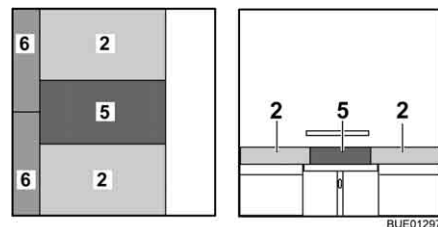

Bild 125 Efter ombyggnaden
- Lägg extradynan (Bild 125,5) mellan sittdynorna på bordet.
- Skjut in extradynorna (Bild 125,6) mellan sittdynorna och väggen.